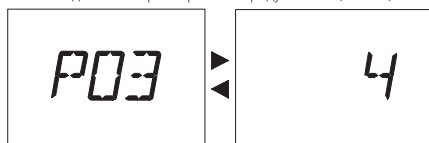

Рис. 12
- 6 На ЖК-дисплее параметр **P03** чередуется с **4** (Рис. 12).